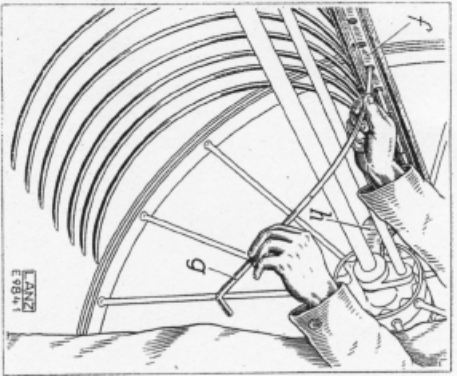

Bild 3. Zinken einsetzen.
- e) Zinken „g“ (Bild 3) durch Zinkenhalter „f“ und die dahinterliegende Zinkenführung schieben und den Zinkenhalter „f“ nach dem Einführen aller Zinken wieder an den beiden Achsenlagern „h“ anschrauben.
k) Abstreifhalter „h“ (Bild 3) mittels der Schraube „i“ am Vorderrahmen „f“ festschrauben. Dabei ist darauf zu achten, daß der Abstreifhalter zwischen Vorderrahmenschiene „k“ und Spannstange „l“ zu liegen kommt. Mittels Bügelschraube „m“ den Abstreifhalter an Vorderrahmenschiene „k“ befestigen.